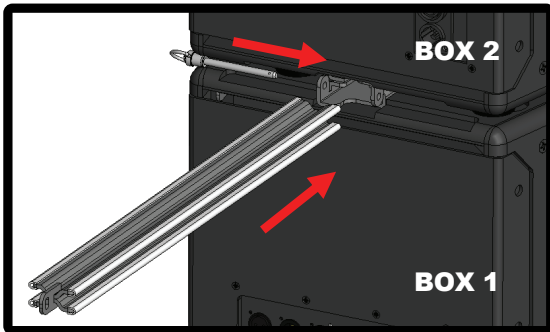

Figure 6
5. Insert LOCK BAR into Rails of BOX1 and 2 (Figure 6)
5. Insérer la BARRE DE VERROUILLAGE dans les rails des ENCEINTES 1 et 2 (figure 6)